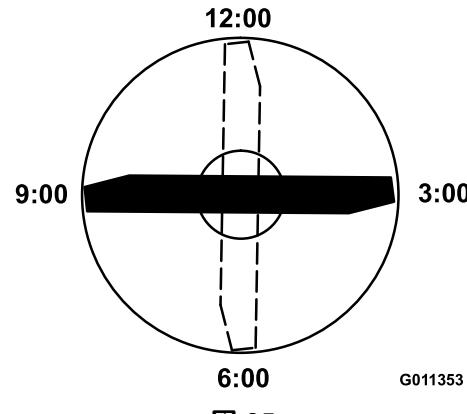

図 95
- ブレードの印の付いているほうの端部を12時の位置車両進行方向に向け図 95、作業台の表面からブレードの切っ先までの高さを測定する。
- 印の付いている端部を3時の位置と9時の位置に向けて図95それぞれ高さを測定する。